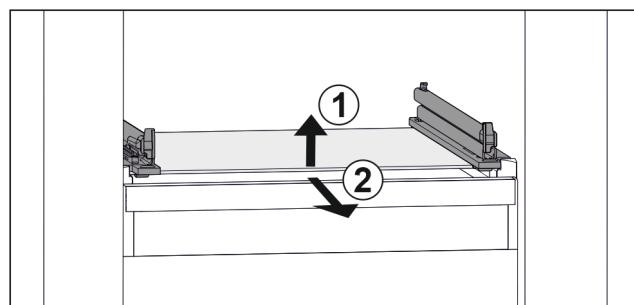

Fig. 109 Примерное отображение стеклянной пластины
- ▶ Приподнимите стеклянную пластину спереди. Fig. 109 (1)
- ▶ Извлеките стеклянную пластину движением вперед. Fig. 109 (2)